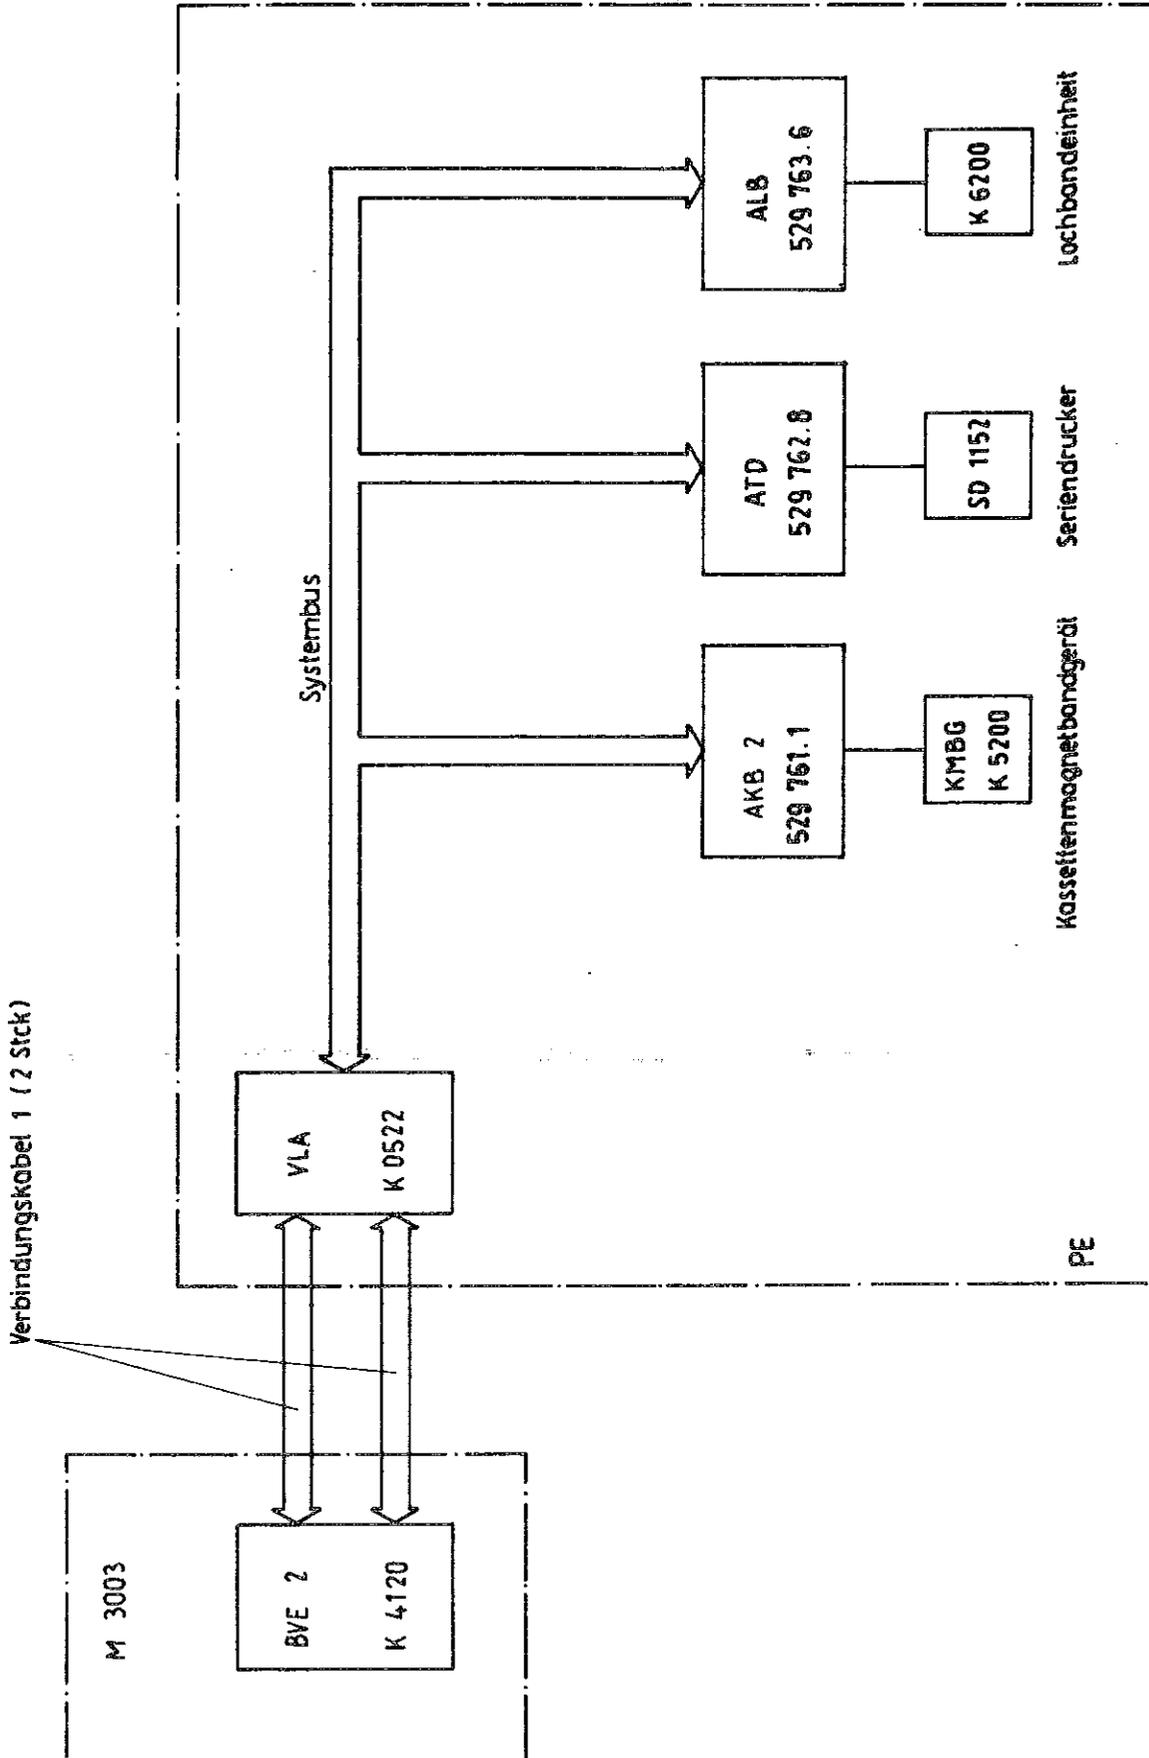

Bild 3 Prinzipschaltbild Peripherieerweiterung M 3501
Der prinzipielle Aufbau der PE M 3501 ist aus dem Prinzipschaltbild (Bild 3) ersichtlich. Im Automatenkern des Leiterkartentesters M 3003 ist auf einem dafür vorgesehenen Steckplatz die Busverstärkereinheit BVE2-K 4120 eingesetzt. Über zwei Verbindungskabel 1 LTG K 0251 und den Kabeladapter VLA K 0522 wird der Systembus der PE direkt an den Rechner K 1520 im M 3003 angekoppelt. Somit können Daten, Adressen und Steuersignale vom Automatenkern (AK) des M 3003 auch in der PE wirksam werden und die entsprechenden peripheren Geräte ansteuern. Die Baugruppen Anschlußsteuerung für Kassettenmagnetbandgeräte (AKB 2), für den Seriendrukker (ATD) und für die Lochbandeinheit (ALB) dienen zur elektronischen Anpassung des jeweiligen Gerätes an den Systembus. Außerdem wird auf diesen Baugruppen die Adreßdekodierung vorgenommen. Die Adressen der einzelnen Geräte sind für das Programm bereits festgelegt und dürfen nicht mehr verändert werden.